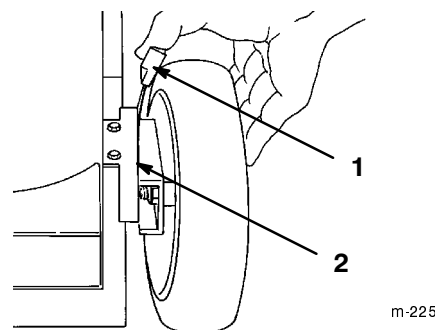

Bild 11
3. Drücken Sie die Höheneinstellung in Richtung des Rades (Bild 11) und bewegen sie in die gewünschte Einstellung.